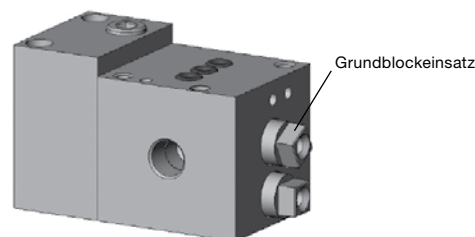

Abb. 2
2. Die Überwurfmutter an der 6-Uhr-Position markieren. *Abb. 2*
3. Die zwei Grundblockeinsatzschrauben mit einem 9/64 Zoll **Drehmomentschlüssel** durch die **Grundblockeinsätze** in die zwei Einsätze des linken Endgrundblocks montieren und mit 4,0 bis 5,1 N·m (35 bis 45 in·lb) festziehen. Siehe Abb. 2.